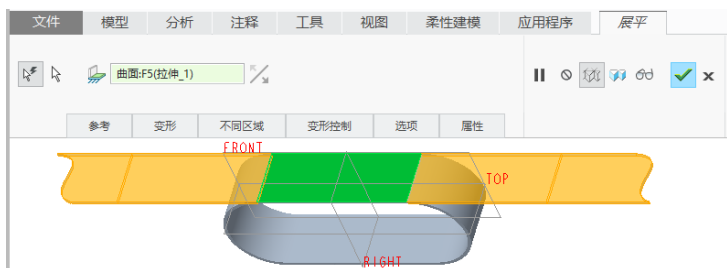

图 3-41 接受默认的固定几何参考等
(2) 默认选中“展平”选项卡中的（自动选择的参考）按钮，以自动选择所有弯曲的曲面或边，并接受零件的默认固定几何参考，如图 3-41 所示。